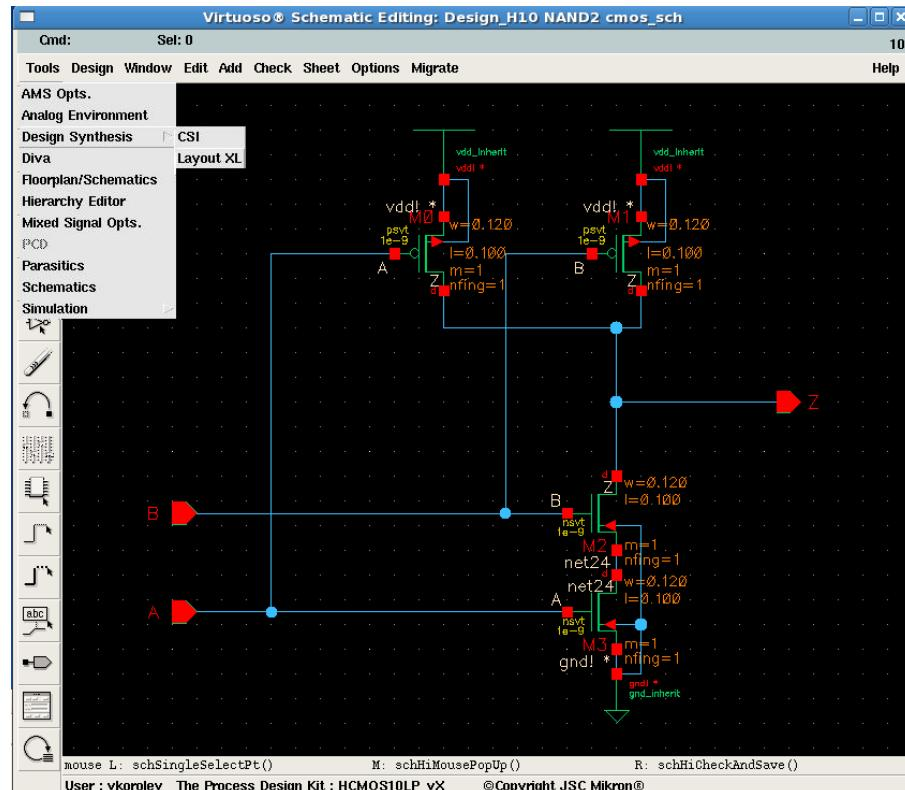

Рис. 6.1. Запуск Virtuoso XL Layout из редактора электрической схемы.
- 2) В окне Composer Schematic выбрать пункт меню *Tools->Design Synthesis->Layout XL* (см. рис. 6.1). Появится окно, где необходимо задать имя ячейки и ее топологическое представление (“layout”). После этого откроется окно топологического редактора Virtuoso XL Layout Editor.